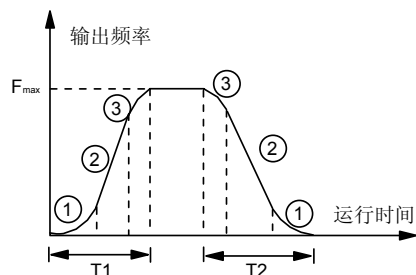

图 6-12 S曲线加减速
变频器在加减速过程中，输出频率与加减速时间为 S 曲线关系，按照 S 形曲线递增或递减，如图 6-12 的曲线所示。
S 曲线起始段时间如图 6-12 中的①所示，是输出频率的斜率从零逐渐增大的阶段。
S 曲线上升段时间如图 6-12 中的②所示，是输出频率的斜率保持恒定的阶段。
S 曲线结束段时间如图 6-12 中的③所示，是输出频率的斜率从大逐渐减小到零的阶段。